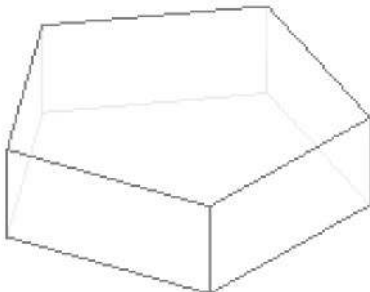

Рис. 5.34
5) Применим к полученному пятиугольнику  Операцию выдавливания. В окне Расстояние зададим 50, а Направление - Прямое. Результат выдавливания показан на рис. 5.34. Здесь применен каркасный способ отображения модели с прорисовкой невидимых ребер тонкими линиями.